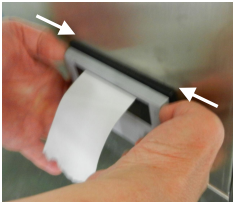

图 15-2
- ① 关闭机器电源，双手托住打印机防护盖板，两拇指顶住盖板两侧凹槽（图 15-2 两侧箭头处），往外拉开盖板。（图 15-3）。